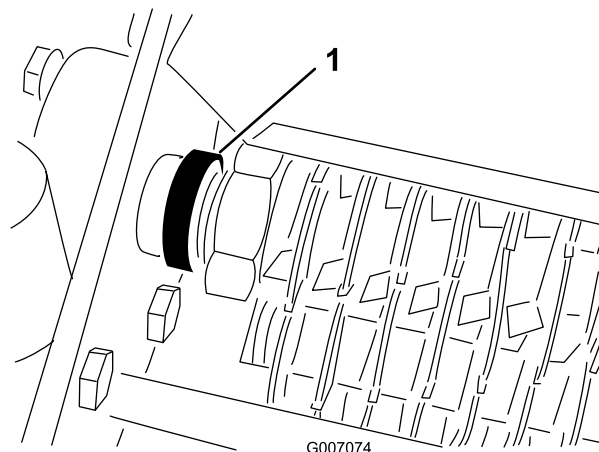

Bild 13
4. Nehmen Sie die Einstellschrauben von den Arretierkragen an den Spindellagern ab (Bild 13).